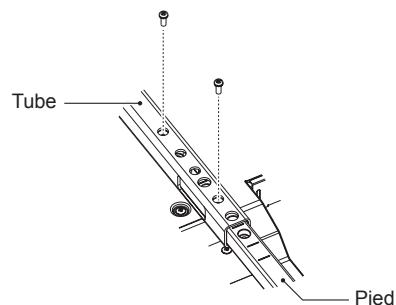

Figure 2
- Fixez le pied et le tube avec les vis fournies. Fixez les deux trous de vis au niveau du tube (Figure 2).